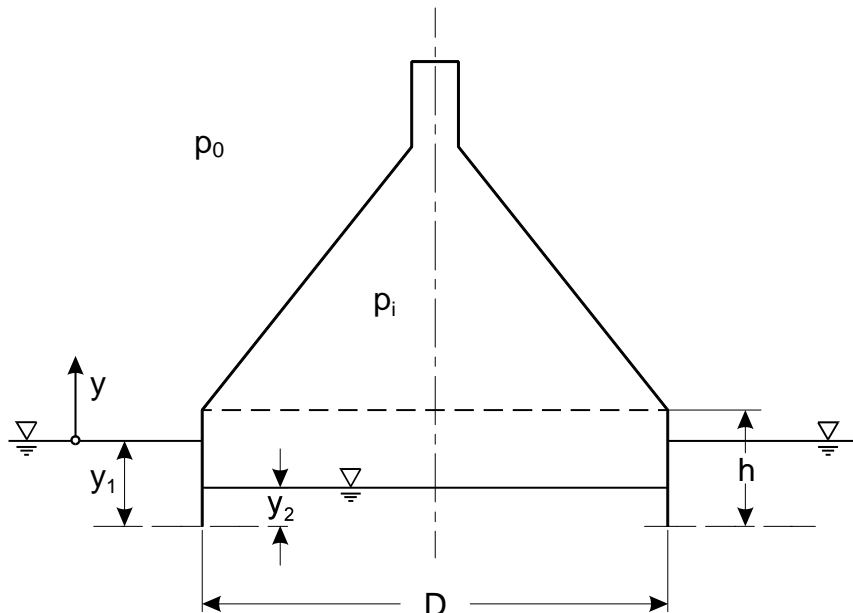

Fig. 4: Funil na água
6. (12 P) Um Caisson (tanque cilíndrico de forma de funil, Fig. 4, com volume vazio  $V_0 = 30000 \text{ m}^3$ , peso  $G = 1,5 \cdot 10^4 \text{ kN}$ , diâmetro  $D = 50 \text{ m}$ , altura  $h = 5 \text{ m}$ ) com abertura na parte inferior é colocado na água.